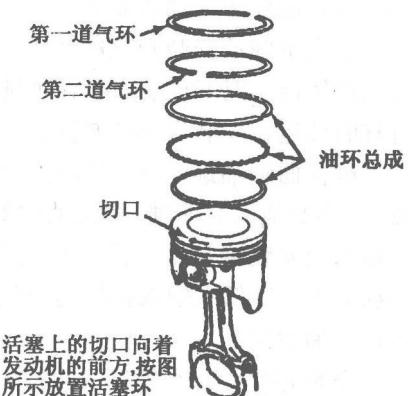

图 2-8 活塞环端隙布置
(6) 活塞连杆总成安装。安装连杆上轴承时，需用发动机机油润滑上轴承。把下轴承安装到连杆轴承盖内，确保轴承正常落座。按照图2-8布置活塞环端隙。润滑活塞、活塞环和气缸壁。用压环器安装活塞时，不要旋转活塞环。安装活塞和连杆总成时，应使活塞切口、箭